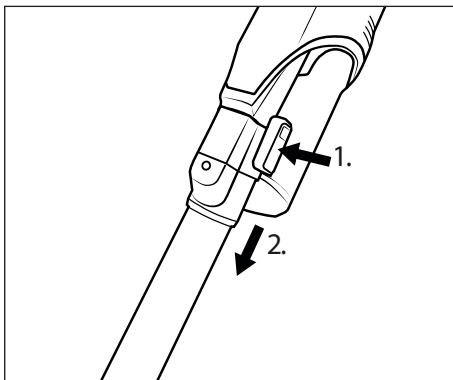

Abb. 11
- ♦ Um das Saugrohr 24 vom Gerät zu entfernen, halten Sie die Saugrohr-Entriegelungstaste 25 gedrückt und ziehen Sie das Saugrohr 24 von der Saugöffnung des Gerätes ab (siehe Abb. 11).